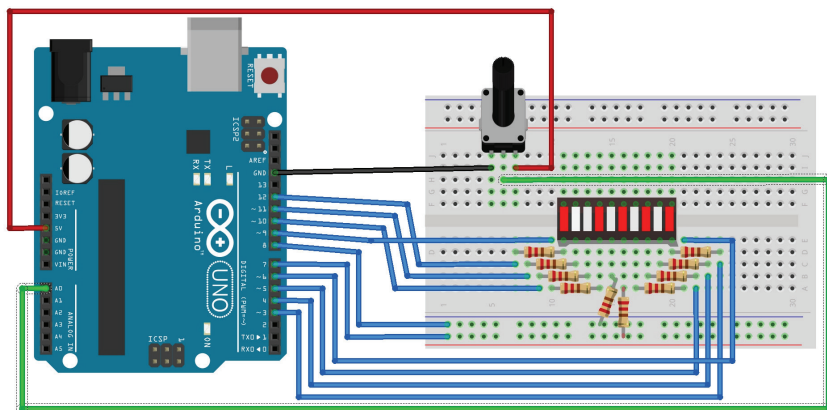

Рис. 4.3. Схема подключения линейной светодиодной шкалы
Теперь визуализируем аналоговые данные потенциометра с помощью 10-разрядной линейной светодиодной шкалы. Шкала представляет собой сборку из 10 независимых светодиодов с катодами со стороны надписи на корпусе. Для подключения шкалы к Arduino будем использовать 10 цифровых выводов D3–D12. Схема соединений показана на рис. 4.3. Каждый из светодиодов шкалы выводом анода соединен с цифровым выводом Arduino, а катодом на землю через последовательно соединенный ограничивающий резистор 220 Ом.
2. Подключаем выводы светодиодной шкалы контактами анодов через ограничительные резисторы номиналом 220 Ом к выводам Arduino D3–D12, контактами катодов – на землю (см. рис. 4.3).